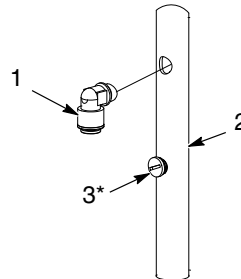

Abbildung 3 Verteilerrohr mit Verschraubung und Verschlussstopfen
1. Siehe Abbildung 3. Die Verschraubungen (1) nahe der Pistolenposition auf beiden Seiten des Pistolenschlitzes in der Verteilerrohrbaugruppe (2) installieren. Nicht genutzte Bohrungen in der Verteilerrohrbaugruppe verschließen (3).